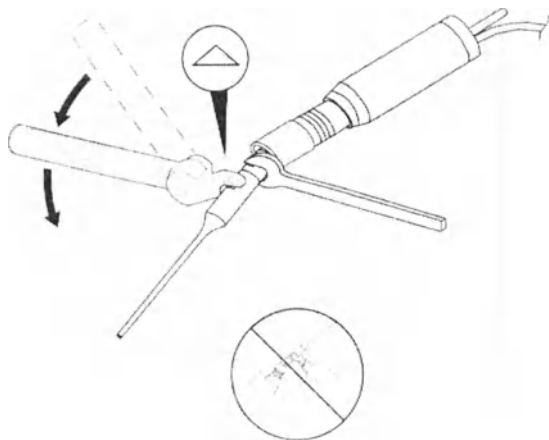

Рисунок 12 – Демонтаж ультразвуковой насадки
3. При необходимости переустановить головку динамометрического ключа в нужное положение, повернув ручку в направлении, противоположном направлению стрелки, до щелчка в соответствие с головкой (рисунок 12).
4. Удерживая ключ и рукоятку, вращать динамометрический ключ в направлении, противоположном направлению стрелки, чтобы ослабить и снять ультразвуковую насадку (рисунок 12).